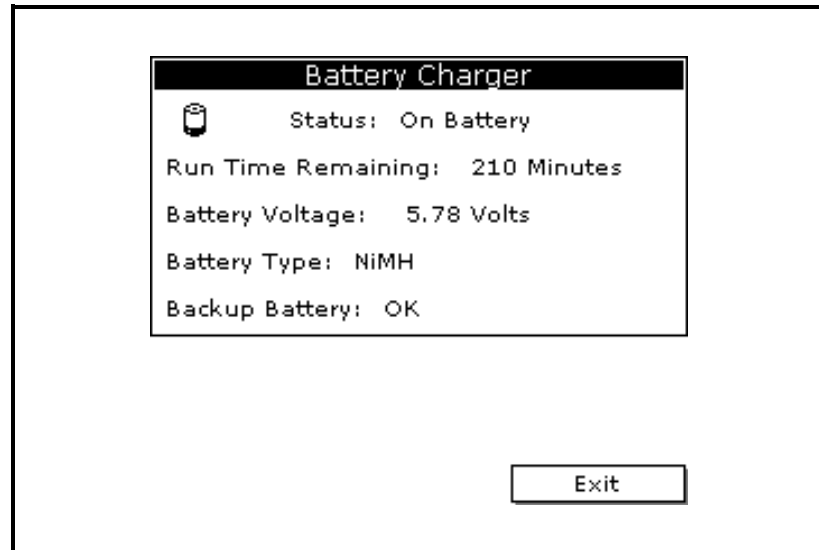

Figura 5-1: La ventana del Batttery Charger
3. Use la tecla de flecha para desplazarse a **Battery** y oprima [ENTER]. Aparece una pantalla similar a la Figura 5-1 a continuación.